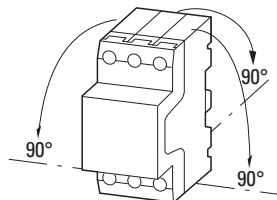

Рис. 7: Дозволені монтажні положення автоматичних вимикачів захисту двигунів PKZM0-.../ XTPR...BC1
- ▶ Встановлюйте автоматичний вимикач захисту двигуна тільки в положеннях, вказаних на рис. 7.